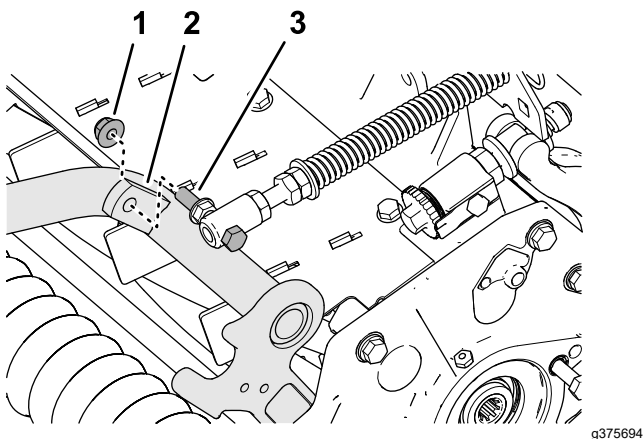

Figura 13
4. Monte el tornillo del muelle de compensación del césped en la pestaña derecha del bastidor de tiro (**Figura 13**) con la contratuerca con arandela prensada ($\frac{3}{8}$ ").